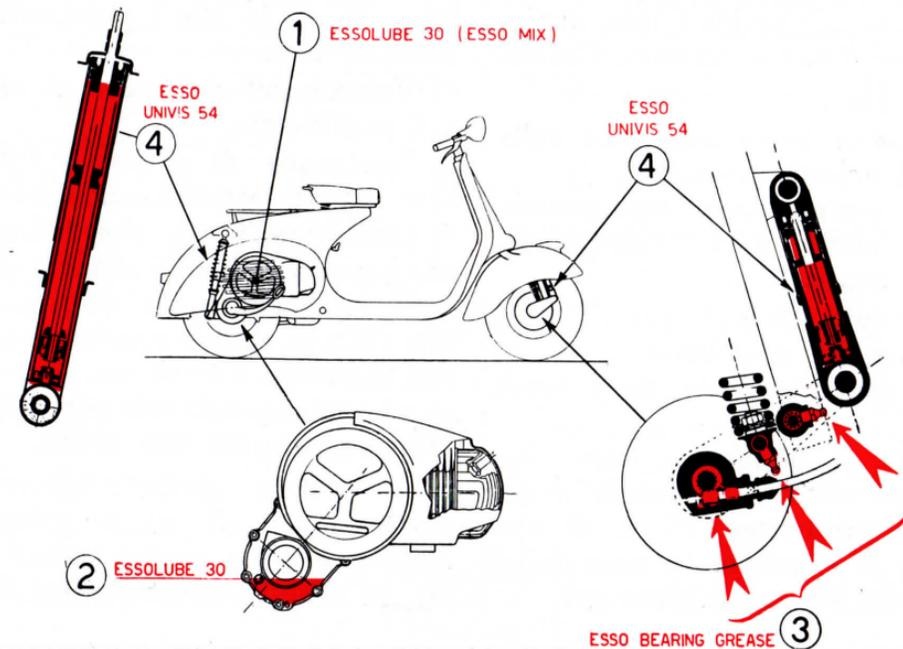

Fig. 14 - Schema della lubrificazione
N. B. - Per la lubrificazione usare esclusivamente gli oli e grassi delle marche e delle qualità indicate nella fig. 14 e nella tabella a pag. 24.